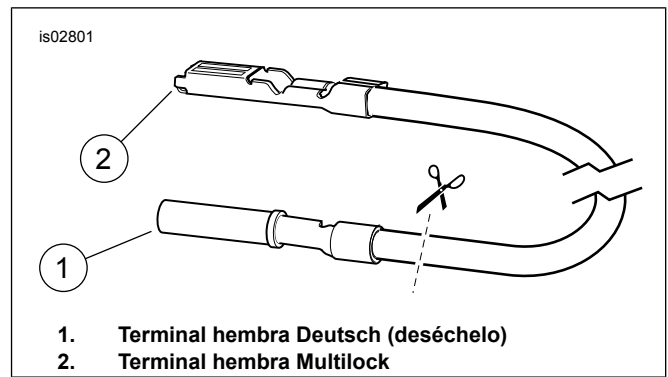

Figura 4. Corte del terminal Deutsch del cable conductor del adaptador
1. Corte y deseche el terminal en el cable conductor rosa (PK) de la señal del **arnés de cables del mini tacómetro**.
2. Obtenga del kit el cable conductor del adaptador de la señal (13) y un conector de empalme sellado (6). Vea Figura 4. Corte el terminal hembra Deutsch del cable conductor del adaptador de la señal, cerca de ese terminal. Empalme el cable conductor del adaptador de la señal al cable conductor de la señal del arnés de cables del mini tacómetro, de acuerdo con las instrucciones en el apéndice del Manual de servicio.